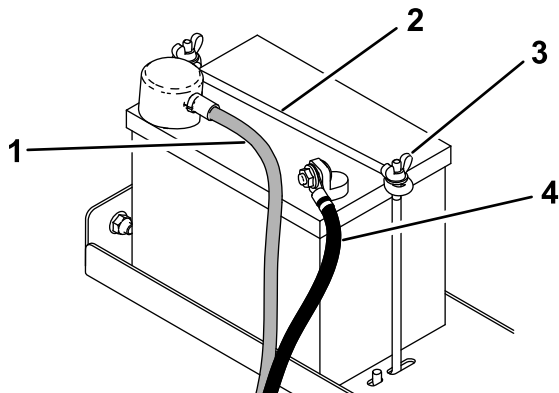

Figure 31
3. Débranchez le câble négatif de la batterie (Figure 31).
4. Débranchez le câble positif de la batterie (Figure 31).
5. Enlevez les 2 écrous à oreilles, la barre de fixation et la batterie (Figure 31).
1. Placez la batterie sur la plate-forme et fixez-la avec les 2 écrous à oreilles et la tige de fixation (Figure 31).
2. Rebranchez le câble positif de la batterie à la batterie (Figure 31).
3. Rebranchez la borne négative de la batterie à la batterie (Figure 31).